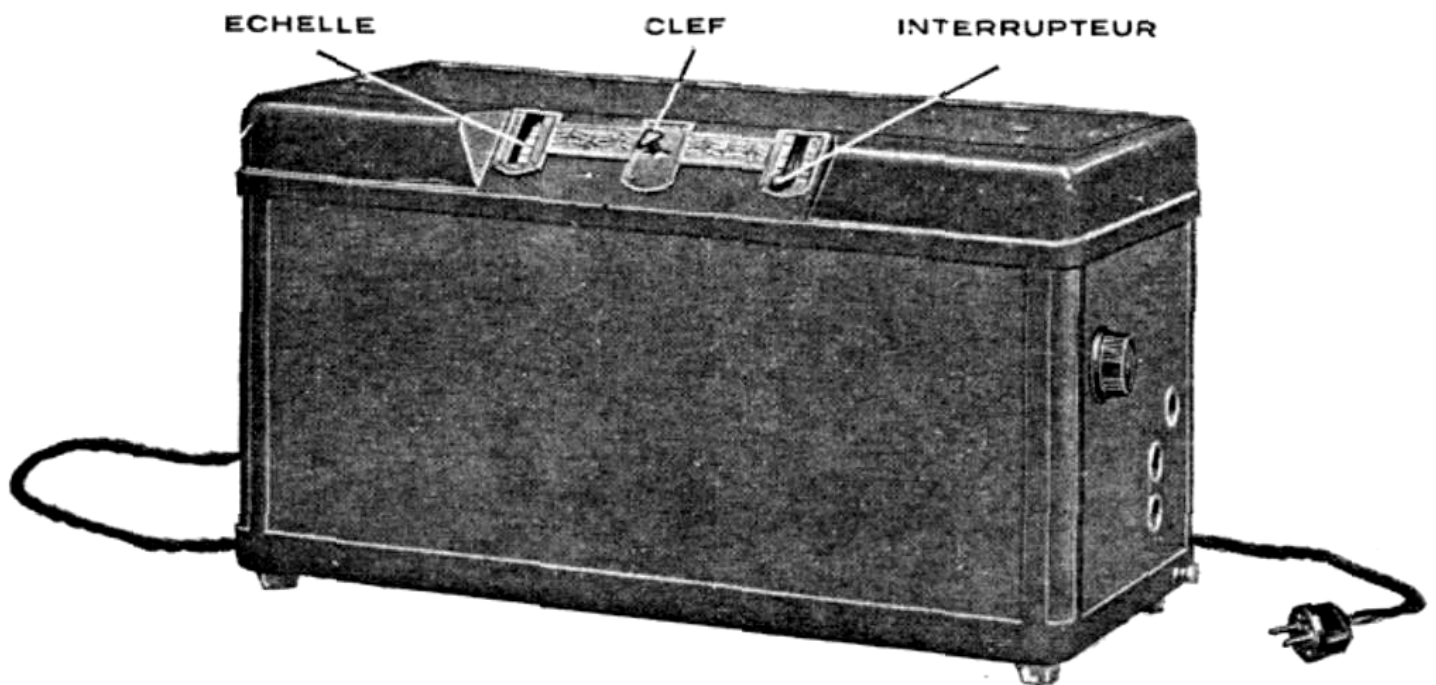

Fig. 3
**Mise en service** L'interrupteur (fig. 3) peut occuper les positions suivantes: